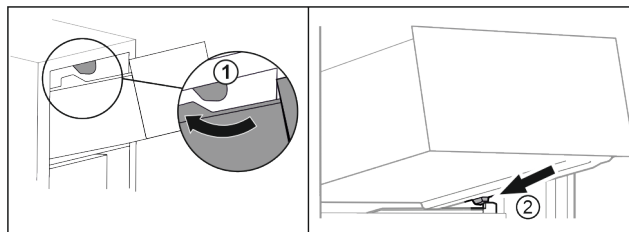

Fig. 14
- ▶ Ved'te zásuvku podél horních zářezek. Fig. 14 (1)
- ▶ Nasad'te zásuvku šikmo za dolní zářezky na žebrování na nádoby. Fig. 14 (2)